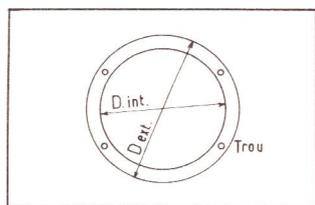

Figure 6
4) Tracer à l'aide d'un crayon, le contour du saladier du haut-parleur ainsi que les emplacements des trous de fixation comme on le voit sur la figure 6. Soit Dext le diamètre du contour circulaire tracé de cette façon.